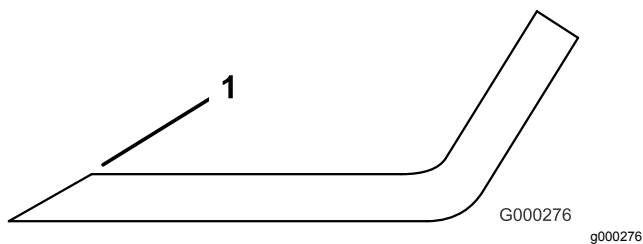

Figura 78
**Nota:** Afie apenas a zona superior da parte cortante e mantenha o ângulo de corte original para garantir um desempenho eficaz da lâmina (Figura 78). A lâmina manterá o equilíbrio se for retirada a mesma quantidade de metal de ambas as extremidades de corte.